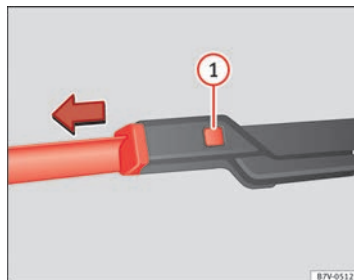

Fig. 116 Cambio de las escobillas del parabrisas.
- Mantenga presionada la tecla de desbloqueo ⇒ fig. 116 ① y tire a su vez ligeramente de la escobilla en el sentido que indica la flecha.